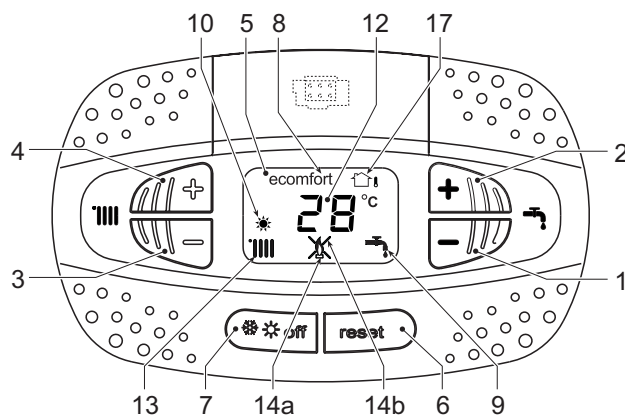

fig. 150 - Pannello di controllo
#### Legenda pannello fig. 150
Il display (part. 12 - fig. 150) visualizza l'attuale temperatura della mandata riscaldamento e durante il tempo di attesa riscaldamento la scritta "d2".
Il display (part. 12 - fig. 150) visualizza l'attuale temperatura d'uscita dell'acqua calda sanitaria e durante il tempo di attesa sanitario la scritta "d1".
La richiesta Comfort (ripristino della temperatura interna della caldaia), è indicata dal lampeggio del simbolo Comfort. Il display (part. 12 - fig. 150) visualizza l'attuale temperatura dell'acqua contenuta in caldaia.
In caso di anomalia (vedi "11.2 Anomalie caldaia") il display visualizza il codice di guasto (part. 12 - fig. 150) e durante i tempi di attesa di sicurezza le scritte "d3" e "d4".
Per spegnere la caldaia, premere ripetutamente il tasto inverno/estate/off (part. 7 - fig. 150) fino a visualizzare i trattini sul display.
Quando la caldaia viene spenta, la scheda elettronica è ancora alimentata elettricamente. È disabilitato il funzionamento sanitario e riscaldamento. Rimane attivo il sistema antigelo. Per riaccendere la caldaia, premere nuovamente il tasto inverno/estate/off (part. 7 - fig. 150).
Premere il tasto inverno/Estate/off (part. 7 - fig. 150) fino a visualizzare il simbolo Estate (part. 10 - fig. 150): la caldaia erogherà solo acqua sanitaria. Rimane attivo il sistema antigelo.
Per riattivare la modalità Inverno, premere 2 volte il tasto inverno/Estate/off (part. 7 - fig. 150).
Agire sui tasti riscaldamento (part. 3 e 4 - fig. 150) per variare la temperatura da un minimo di 20°C ad un massimo di 80°C.
Agire sui tasti sanitario (part. 1 e 2 - fig. 150) per variare la temperatura da un minimo di 40°C ad un massimo di 55°C.
- Portare la caldaia in modo stand-by e premere il tasto Reset (part. 6 - fig. 150) per 10 secondi.
- Il display visualizza 100 ed il testo "co" lampeggiante; premere il tasto "Riscaldamento +" (part. 4 - fig. 150) fino ad impostare e visualizzare 120.
- Dopodiché premere il tasto "Sanitario +" (part. 2 - fig. 150) fino ad impostare 123.
- Premere 1 volta il tasto Reset (part. 6 - fig. 150).
- Il display visualizza tS lampeggiante; premere 1 volta il tasto "Riscaldamento +" (part. 4 - fig. 150).
- Il display visualizza Sc lampeggiante; premere 1 volta il tasto Reset (part. 6 - fig. 150).
- premere il tasto "Riscaldamento +" (part. 4 - fig. 150).